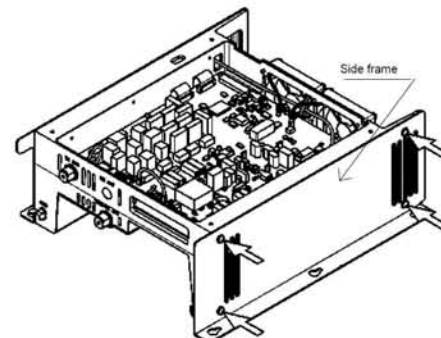

図3 [Fig.3]
1) 側板を固定している4つのビスを緩めます。(図3)
Loosen the screws (four places) fixing the cover. [Fig.3]